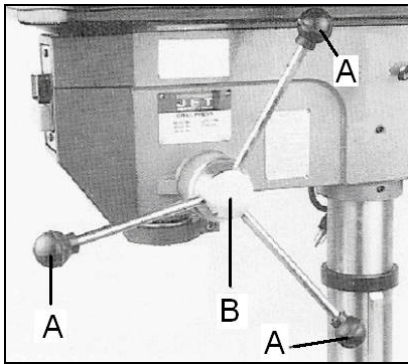

Fig 5
Montieren Sie die 3 Vorschub-Handgriffe (A, Fig. 5) auf die Nabe (B).